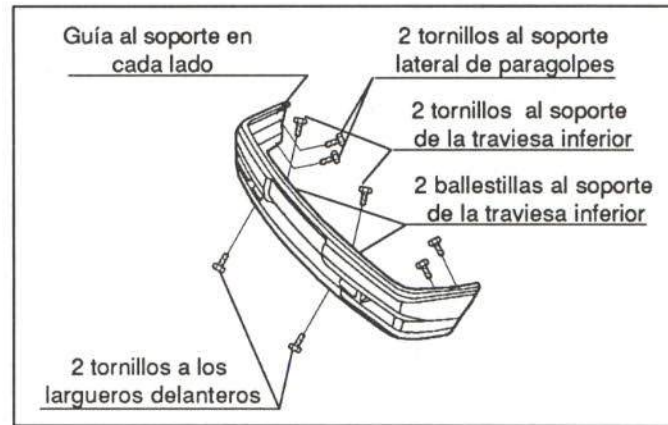

Figura 20.- Fijación del paragolpes delantero
En la figura 20 se muestra su fijación.
- Paragolpes (figura 20)